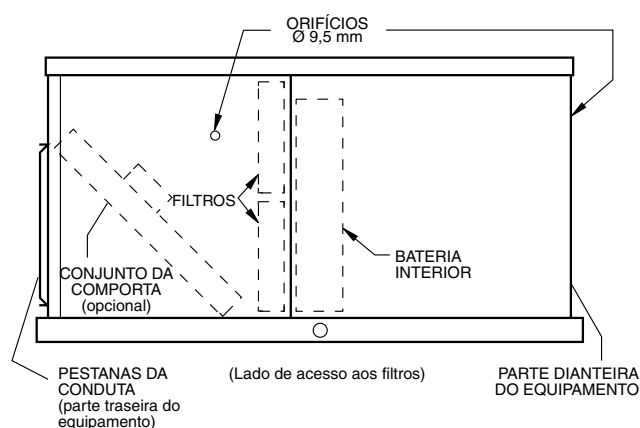

Fig. 7.
1. Existem dois orifícios de 9,5 mm que permitem obter a leitura da pressão antes e depois da bateria evaporadora. Estes orifícios encontram-se nos painéis de acesso do lado dos filtros e do lado do ventilador e vão providos de um tampão (Fig. 7). Deve-se extrair ambos os tampões.